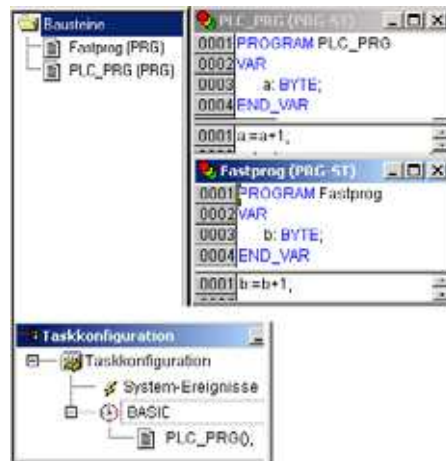

Abbildung 74: Steuerungs- und Task-Konfiguration
- ▶ Erstellen Sie die POUs „PLC_PRG“ und „Fastprog“ gemäß Abbildung 74.